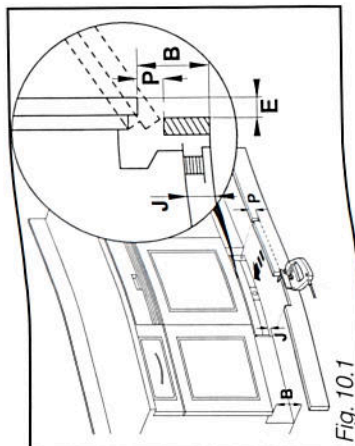

Fig. 10.1
De plint weer terug op zijn plaats brengen en hem eventueel bijsnijden volgens het maatcijfer **P** (zie tabel en Fig. 10.1).
- Meet de diepte van de plint **E** op (Fig. 10.1) tussen de plint van het meubel en de voorzijde van het meubel. **U** kunt de waarde **P** vinden in de tabel gegeven door **E** en **B - J**.